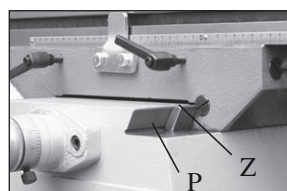

Bild 12
Maskinen är utrustad med en killistjustering (Fig.12) för att kompensera för förlitning och för stort spelrum vid tvär- och längdrörelse.
- Justera kilremmen genom att vrida skruven Z (Fig.12) med en stor skruvmejsel om spelrummet är för stort. Om kilremmen (Fig.12) är för hårt åtdragen kan du lossa skruven Z (Fig.12) genom att vrida den moturs.